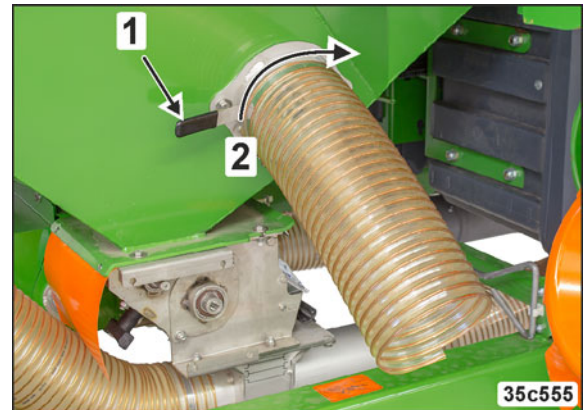

Fig. 262
1. Oplås spældet (Fig. 262/1), og åbn det (Fig. 262/2). Tøm beholderens indhold i kalibreringsbeholderen eller i en egnet beholder.